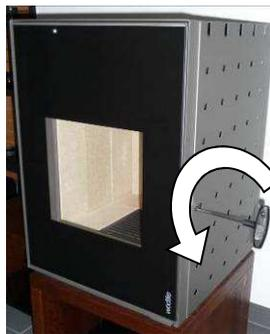

Abbildung 36: Öffnen der Feuerraumtür
- Feuerraumtür mit Hilfe des Steckschlüssels öffnen (siehe Abbildung 36).